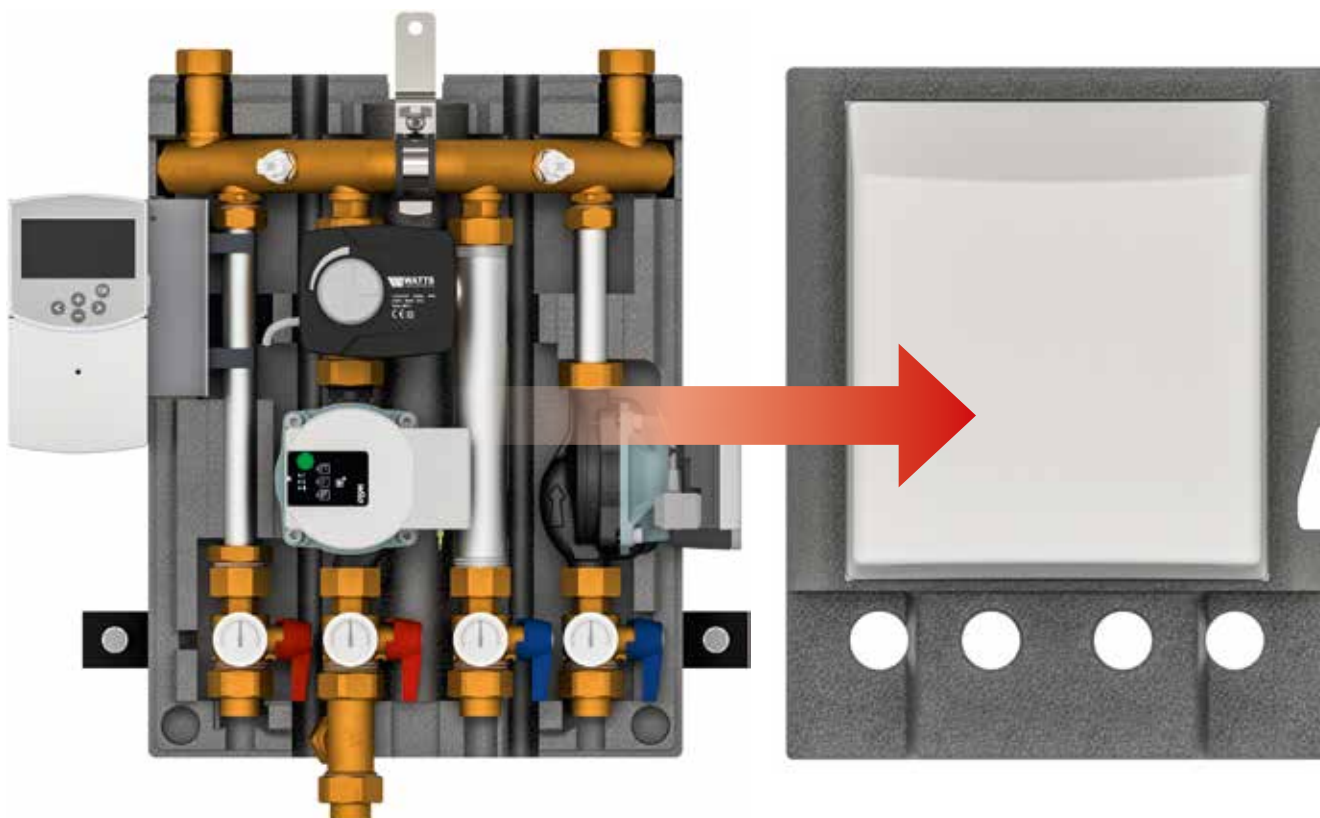

Abb. 2: Verkleidung demontieren
- Demontieren Sie die vordere Verkleidung der Wattmix Regelstation (siehe Abb. 2 auf Seite 6).